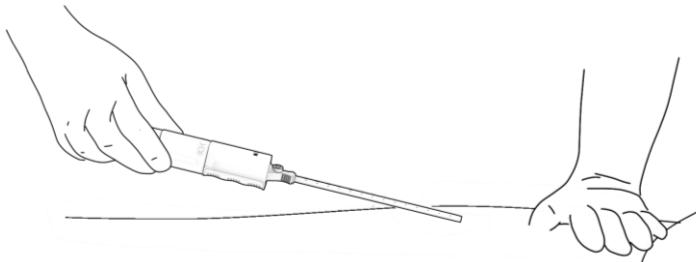

Figura 17. Rimozione del dispositivo a impianto rilasciato.
- c. Retrare delicatamente il sistema di posizionamento dal tratto tessutale. Figura 17.